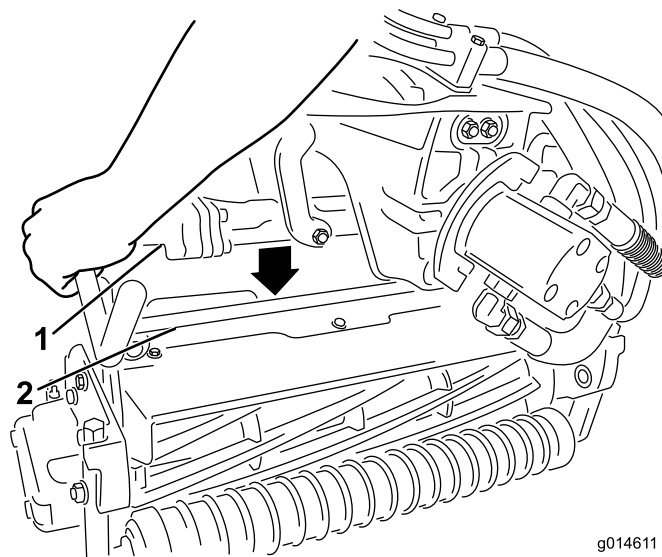
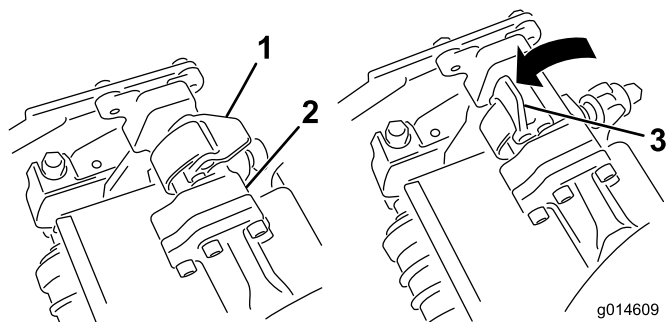

Figura 34
Figura 33
4. Com os fechos na barra do braço de suspensão a apontar para cima (i.e. abertos) (Figura 33), empurre o braço de suspensão para baixo de forma a que a barra passe pela barra através da parte superior da unidade de corte (Figura 34).
5. Feche os fechos para baixo e em redor da barra da unidade de corte e bloqueie-os no sítio (Figura 33).
5. Abra os fechos na barra do braço de suspensão da unidade de corte que está a remover (Figura 33).